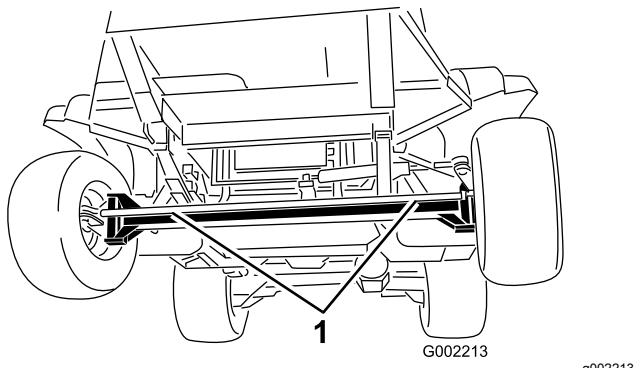

**Figura 53**
- Ruotate la valvola di traino (Figura 53) di 90° in una direzione per aprirla.